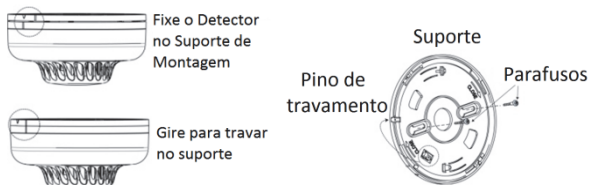

Figura 7: Instalação do detector de fumo e de calor
**Para instalar o detector, execute as seguintes etapas** (veja a *Figura 7*)
2. Solte o pino de segurança do suporte para montagem da unidade (*Figura 7*).
6. Usando os parafusos fornecidos, conecte o suporte na parede como na *Figura 7*.
Introduza o pino de travamento para unir o suporte para montagem ao detector (veja a *Figura 7*).